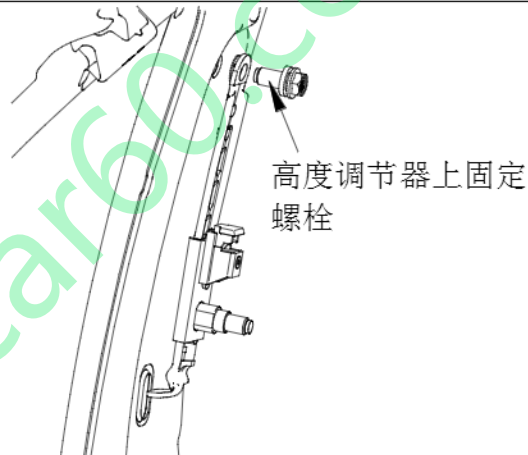

图 1-4
7、拆卸高度调节器上固定螺栓，将高度调节器的下端从侧围限位孔中拿出。拆除高度调节器 B。螺栓拧紧力矩 **45N.m**（图 1-4）。